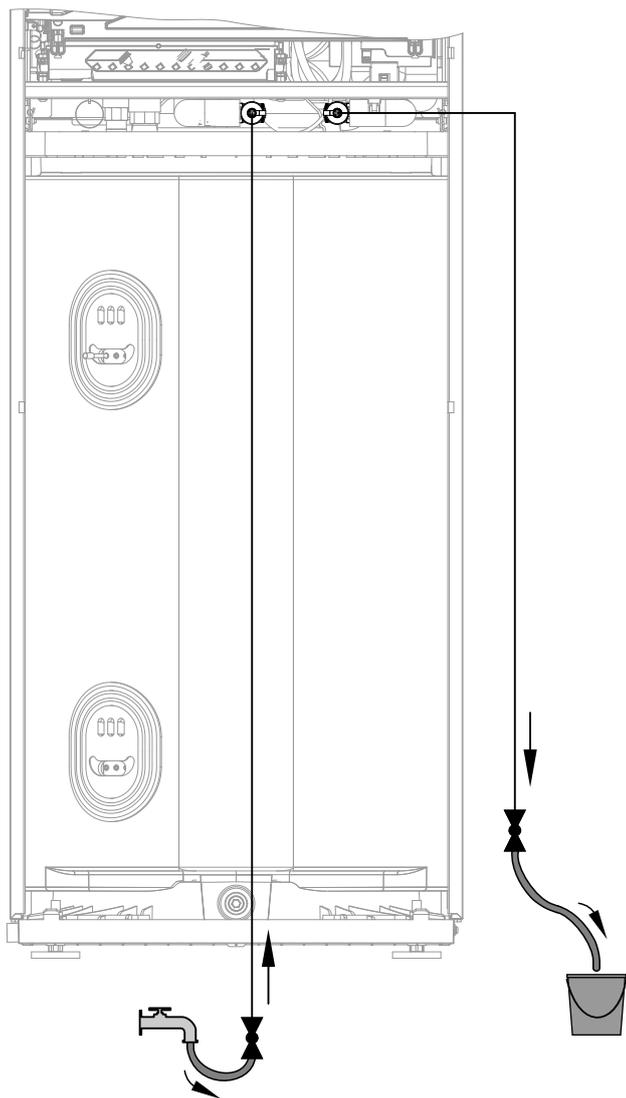

Abb. 66
3. Kugelhähne im Einlass und Auslass am Befüll- und Spülanschluss gemäß Abb. 66 öffnen.